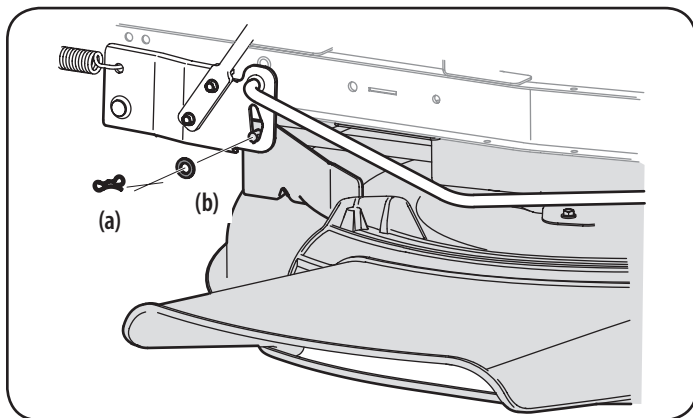

Figura 43
3. Extraiga el pasador de chaveta (a) con unión curva y la arandela plana (b) del conjunto de elevación de la plataforma y guárdelo para volver a colocarlo posteriormente. Consulte la Figura 43.